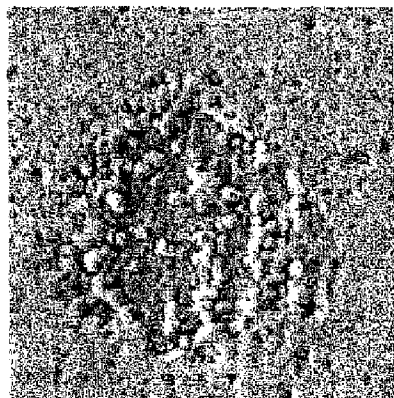

FIG.1
- a) evitare il contatto diretto del BARC+resist con il BPSG, anche in caso di prolungato stazionamento dei wafer con BARC+resist deposto e prima della loro lavorazione. In tale modo si evita la formazione di una difettosità dello strato di BPSG, denominata 'corrosione' che rende impossibile la definizione dei contatti e provoca quindi una perdita di resa durante il testing del dispositivo (Fig.1).